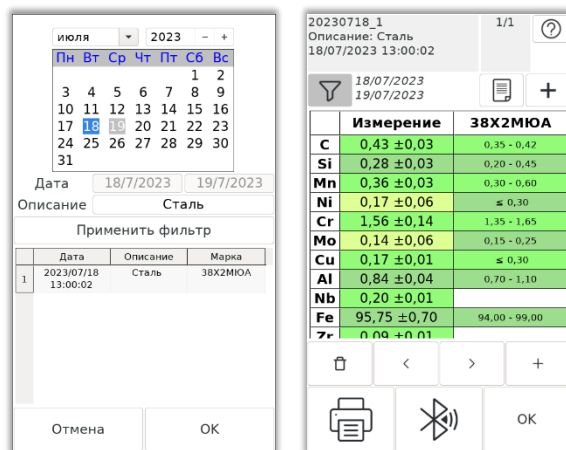

Рисунок 9 Применение фильтра в архиве измерений
5.4.6. Фильтр служит для поиска измерений за некоторый период времени (один или несколько дней), а также для поиска измерений с заданным описанием. Задайте начало и конец периода для фильтрации, введите описание, которому должно соответствовать измерение, затем нажмите кнопку «Применить фильтр». В таблицу будут выведены отфильтрованные по дате и описанию измерения. Для просмотра отфильтрованных измерений в архиве нажмите кнопку «ОК» или выберите нужную строку. Для отмены применения фильтра и выхода в полный архив нажмите кнопку «Отмена». В случае применения фильтра в архиве кнопка с изображением фильтра будет подсвечиваться серым (Рисунок 9), а рядом будут отображаться выбранные даты. Для сброса фильтра и возвращения к полному архиву нажмите кнопку с фильтром еще раз.